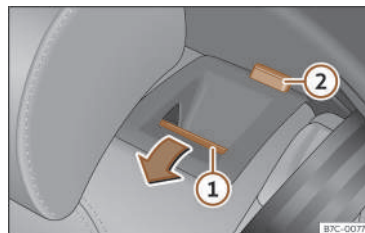

Fig. 81 Sedile posteriore: ribaltare lo schienale.
- Premere il tasto di sblocco >>> **fig. 81** ① in avanti e, contemporaneamente, ribaltare lo schienale. Lo schienale posteriore è sbloccato quando si vede la tacca rossa sul tasto ②.